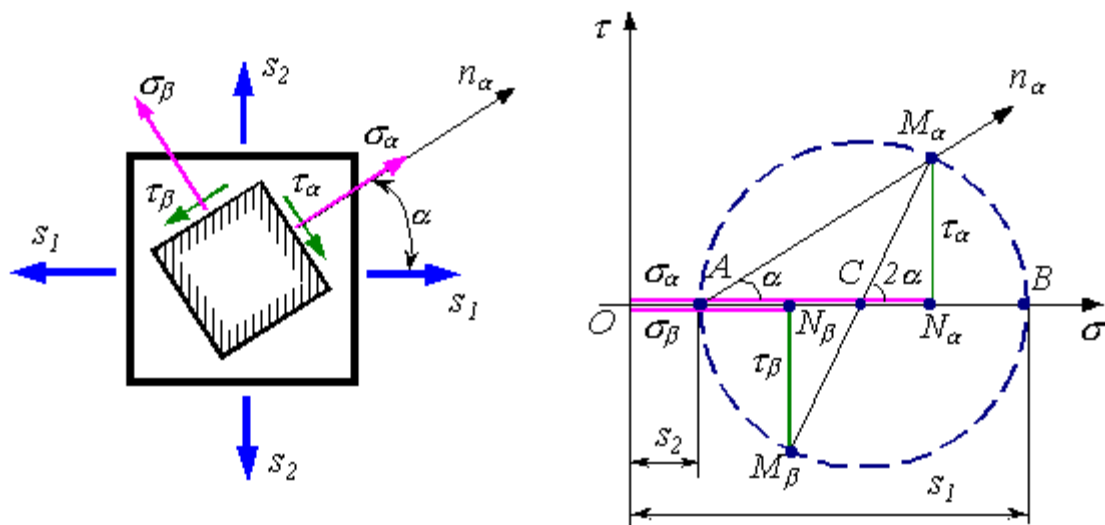

Рис. 4. Графический способ определения напряжений на наклонных площадках
Получите напряжение графическим способом путем построения круговой диаграммы напряженного состояния (круги **Мора**) для указанного случая плоского напряженного состояния. Пусть дан элемент (рис. 4), по боковым граням которого действуют известные главные напряжения s_1 и s_2 . Определите напряжения σ_α (σ_{11}), σ_β (σ_{22}), τ_α (σ_{12}), τ_β (σ_{21}), действующие на наклонных площадках α и β .
3. из крайней левой точки A окружности проведите луч, параллельный нормали n_α к площадке α (рис. 4).
<p>результатов; возможностью междисциплинарного применения методов обработки первичной информации и расчета напряжений;</p>	<p>площадке α (рис. 4).</p>  <p>The diagram on the left shows a square element with a diagonal plane α at an angle α to the horizontal. The principal stresses σ_1 and σ_2 are shown as blue arrows acting horizontally and vertically. The stresses on the inclined plane are σ_α (normal stress) and τ_α (shear stress). The stresses on the perpendicular plane are σ_β and τ_β.</p> <p>The diagram on the right is Mohr's circle. The horizontal axis is normal stress σ and the vertical axis is shear stress τ. The circle passes through points $A(\sigma_\alpha, \tau_\alpha)$ and $B(\sigma_\beta, -\tau_\beta)$. The center is C on the σ-axis. The principal stresses are σ_α (point A) and σ_β (point B). The angle between the radius CA and the σ-axis is α. The angle between the radius CB and the σ-axis is 2α. The principal stress directions are n_α and n_β.</p> <p>Рис. 4. Графический способ определения напряжений на наклонных площадках</p> <p>По указанным фотографиям муаровых полос определите компоненты тензора напряжений для плоского напряженного состояния. Выполнение лабораторных работ №№ 1,2,3,4.</p>